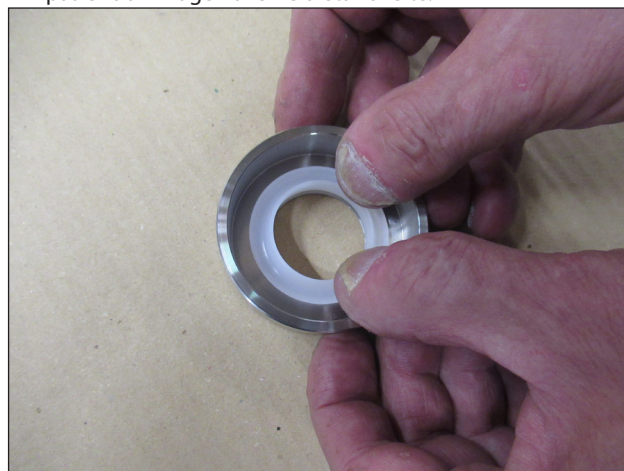

Fig. 28
- A) Monter le racleur dans le logement sur le support (Fig. 28) en utilisant, au besoin, un tampon et en ayant soin de ne pas endommager la lèvre d'étanchéité.